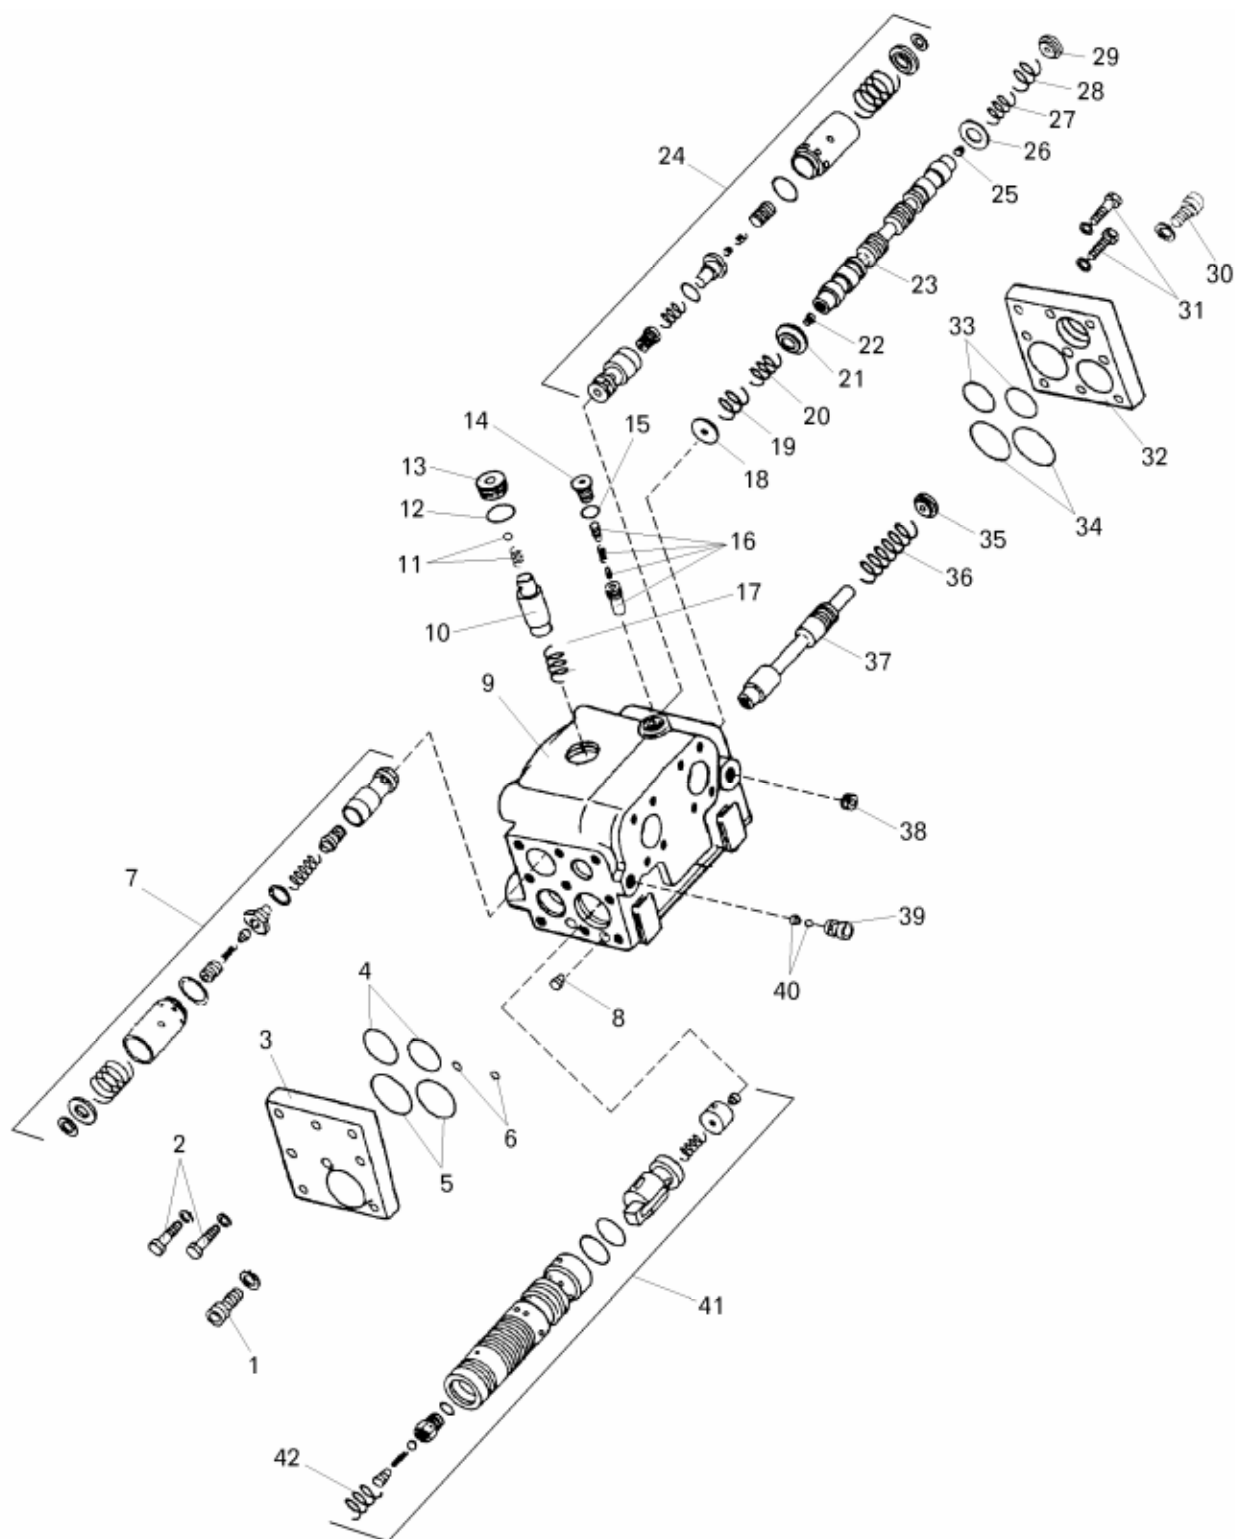

Рисунок 9.8 — Усилитель потока:
- отвернуть болты 30 и 31 с пружинными шайбами, снять крышку 32 и уплотнительные кольца 33 и 34 (рисунок 9.8);